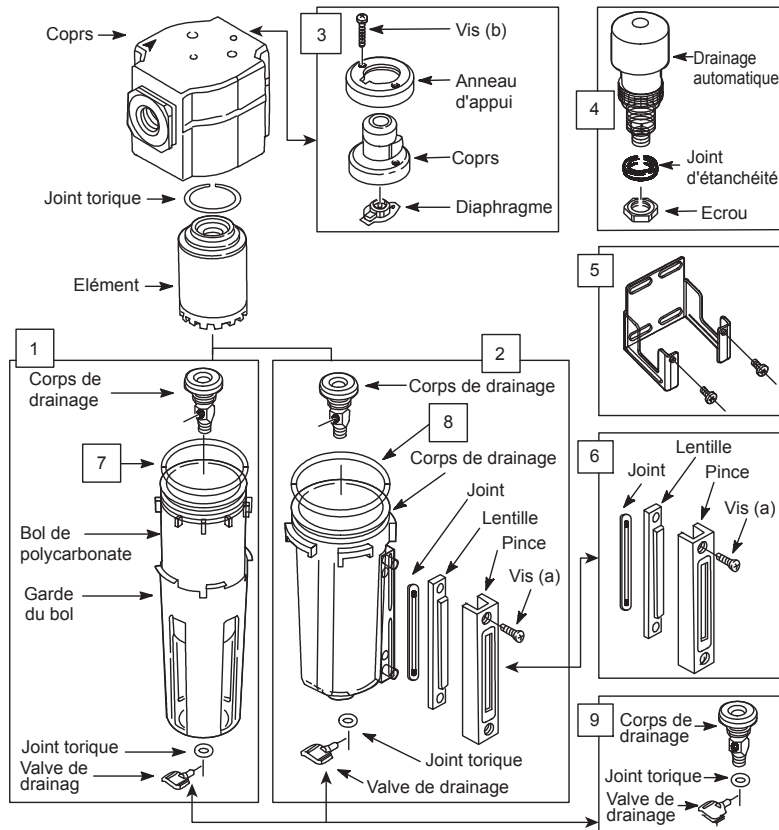

figure 2
INSTRUCTIONS D'OPERATION (Voir la Figure 2)
- 1 **Démontage (voir la figure 2)**
- Démontez conformément généralement aux pièces illustrées sur la Figure 2. Ne retirez pas le drain à moins que leur remplacement soit nécessaire. Retirez et remplacez seulement s'il y a des dysfonctionnements de la vidange ou la conversion à la vidange automatique (4ZK19A).
- 2 **Nettoyage (voir la figure 2)**
- 3 **Assemblage (voir la figure 2)**
- Assemblez comme indiqué sur la Figure 2. Les flèches sur l'indicateur et le corps doit pointer dans la même direction.